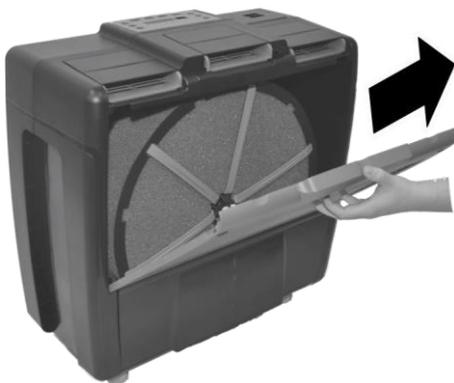

Abb. 14: Ausblasgitter herausheben
2. → Ausblasgitter nach oben herausheben (Abb. 14).